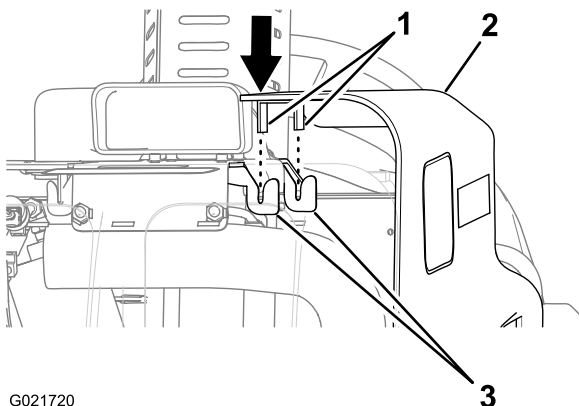

Рисунок 36
- Совместите выступы в верхней части боковой панели с приемными кронштейнами на машине (Рисунок 36).